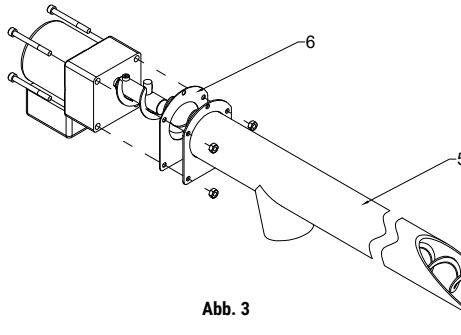

Abb. 3
2. Das Rohr der Zuführung (5) mit dem Motoreduktor verschrauben, dabei ein Blech (6) dazwischen einsetzen (Abb. 3).
2. DIE BLENDE (1) und (2) UND DAS BLECH, DAS DAS ROHR UND DAS STEUERGEHÄUSE (3) ABSTÜTZT, MIT SEITEN VERTAUSCHEN (ABB.3)